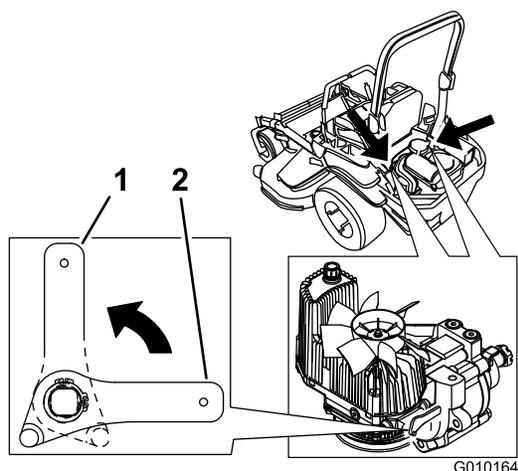

Figura 36
quindi la pompa, consentendo alle ruote di girare (Figura 36).
4. Ruotate orizzontalmente le leve delle valvole di rilascio per guidare la macchina (Figura 36).